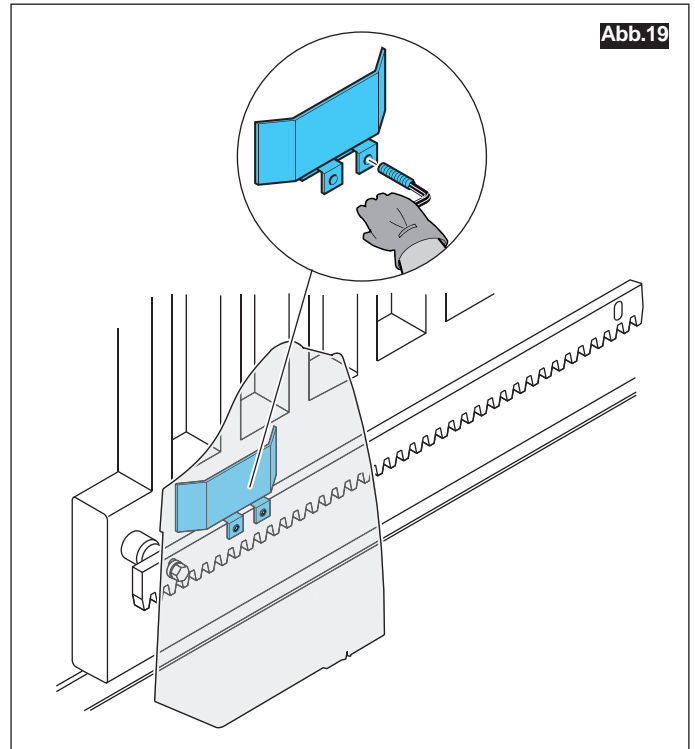
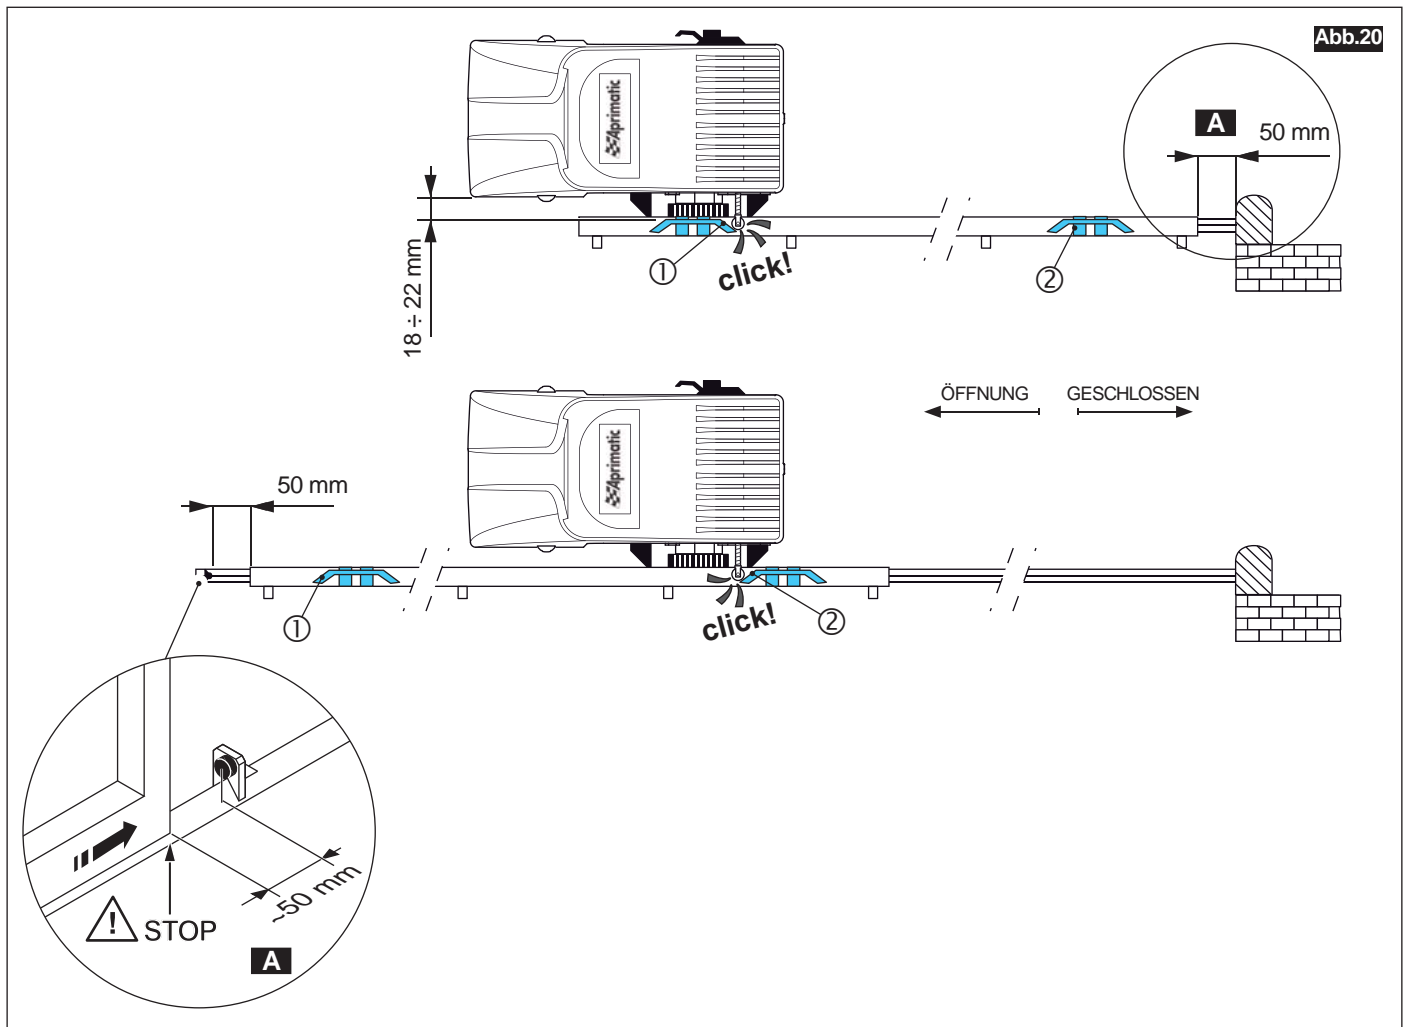

Abb.19
Abb.20
Um jegliche Quetschgefahr zu vermeiden, nicht die mechanischen Anschläge des Tores als Endanschläge verwenden; bei der Montage der Anschlagplatten sicherstellen, dass zwischen dem Tor und den Anschlägen ein Sicherheitsabstand verbleibt, der entsprechend den geltenden Sicherheitsbestimmungen zu bemessen ist (Abb.20-Det.A).
- Das Tor **SCHLIESSEN** (bis 5 cm vom mechanischen Anschlag). Die erste Anschlagplatte so positionieren, dass der Endschalter einrückt (**Abb.20-Pos.1**). Anschließend durch Anziehen der Gewindestifte (**Abb.19**) an der der Zahnstange befestigen.
- Das Tor in die gewünschte **ÖFFNUNGSSTELLUNG** (dabei auf den Sicherheitsabstand zum mechanischen Endanschlag achten). Die zweite Anschlagplatte so positionieren, dass der Endschalter einrückt (**Abb.20-Pos.2**); die Platte anschließend durch Anziehen der Gewindestifte in den Langlöchern auf der Zahnstange befestigen um zu vermeiden, dass sie sich verschiebt.